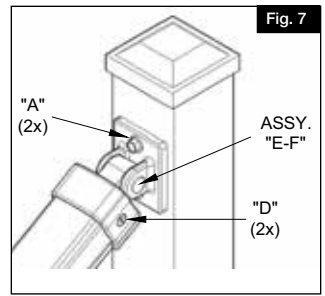
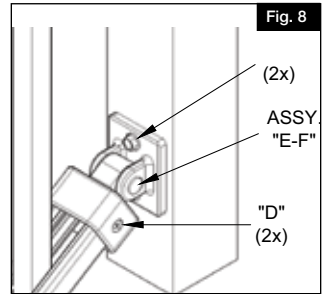
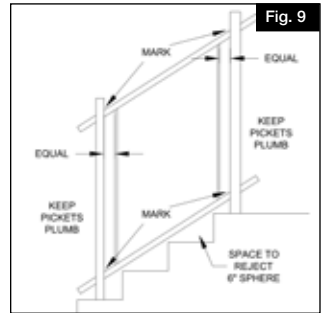
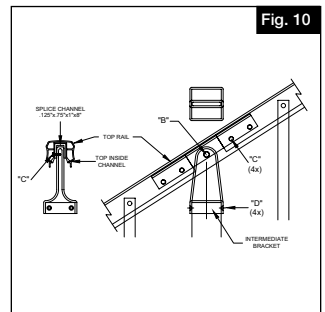

Fig. 7
Fig. 8
Fig. 9
Fig. 10
- a. Install the posts plumb with the desired installation type (Fig. 1). Posts that install on stair treads should be placed in the middle of the tread. Install posts a maximum of 72" apart - on stair angle - inside of post to inside of post for 6' sections (Fig. 9). All posts should be placed on a center line. With the post spacing above, the railing sections will need to be trimmed and should be installed with the Vertical Swivel Mount Brackets (Fig. 7 and Fig. 8).
- b. Run a string line between the first post and the last post on the nose of the treads. Use this as a guide when locating the railing and the Swivel Brackets above the treads. Position bottom rail 1 1/2" (minimum) above the nose of the steps (use spacers) and mark where the brackets are to be attached to the posts (Fig. 9). Position the panel against the sides of the posts (Fig. 9). Mark and cut lower rails 2 1/4" shorter than the mark on each end. Where the upper rail is continuous, cut rail 5/16" shorter than the mark and assemble as shown (Fig. 10), where upper rail connects to a 2 1/2" posts, cut 2 1/4" shorter than the mark. A minimum space of 1 1/2" from the end of the panel to the picket to allow for the mounting bracket. It may be necessary to move a picket to achieve this.
- c. When installing the cut panels, attach the lower swivel brackets to the rail first. Then place the upper brackets assemblies on the upper rail with a small piece of top cap in each cup. Mark where the yokes mount to the posts (Fig. 7 and Fig. 8) and make sure there is enough length on the post height. Mount the lower brackets first, then install the top cap on the upper channel and mount the upper brackets.
- a. Installer les poteaux d'aplomb selon le type d'installation désiré (Fig. 1). Les poteaux qui sont installés sur les marches d'escalier doivent être placés au milieu de la marche. Installer les poteaux à une distance maximale de 72 po (182,9 cm) - sur l'angle de l'escalier - de l'intérieur du poteau à l'autre pour les sections de 6 pi (182,9 cm) (Fig. 9). Tous les poteaux doivent être placés sur une ligne centrale. Avec l'espacement des poteaux ci-dessus, les sections de rampe devront être coupées et installées au moyen de supports pivotants verticaux (Fig. 7 et Fig. 8).
- c. Lors de l'installation des panneaux coupés, fixer d'abord les supports pivotants inférieurs à la traverse. Ensuite, placer les supports supérieurs sur la traverse supérieure en posant un petit morceau de capuchon supérieur dans chaque coupelle. Marquer l'endroit où les étriers sont fixés aux poteaux (Fig. 7 et Fig. 8) en s'assurant que la hauteur du poteau est suffisante. Installer d'abord les supports inférieurs, puis installer le capuchon sur le profilé supérieur et installer les supports supérieurs.